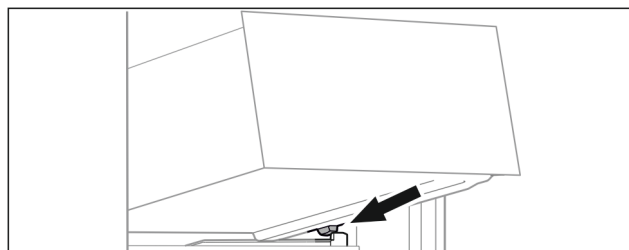

Fig. 139
- ▶ Predal postavite v poševnem položaju za zaustavljalniki na nastavek za posodo. (glejte Fig. 139)